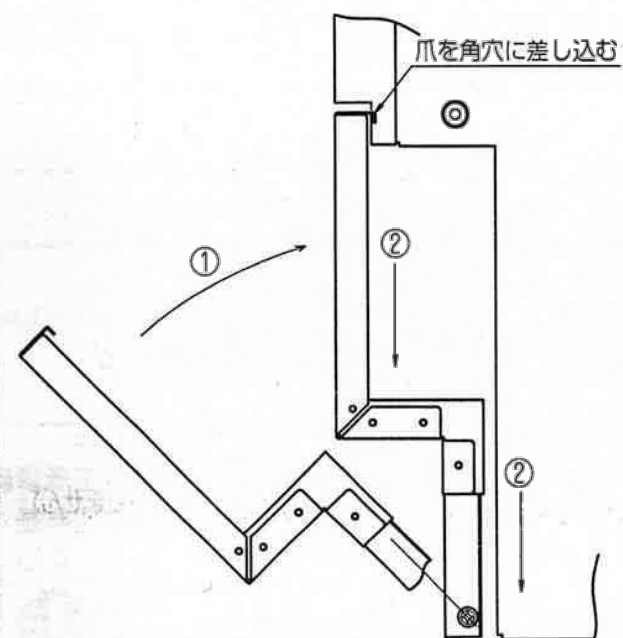

図3
⑭ 下部カバーを取り付ける(つづき)
- 下図のように①下部カバーを持ち上げ①、本体の角穴に差し込み下に引っ張る②。(図3)